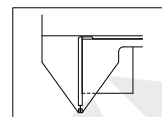

Fig.1
(1) Metodo di calibrazione della posizione '0' del calibro per lo spessore dei denti: pulire le superfici di misura delle due ganasce di misura, spostare il telaio del calibro per lo spessore dei denti in modo che le due superfici di misura entrino in contatto, come mostrato nella Fig. 1. Una volta stabilizzato il contatto, la linea incisa '0' sul corpo del calibro a nonio deve coincidere con la linea incisa '0' sul corpo del calibro; la linea incisa sulla coda del nonio deve coincidere con la linea incisa corrispondente sul corpo del calibro.